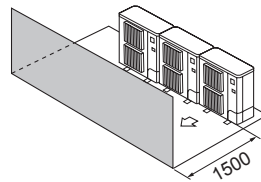

Fig. 2-14
- ③ Esteitä vain edessä (Fig. 2-14)